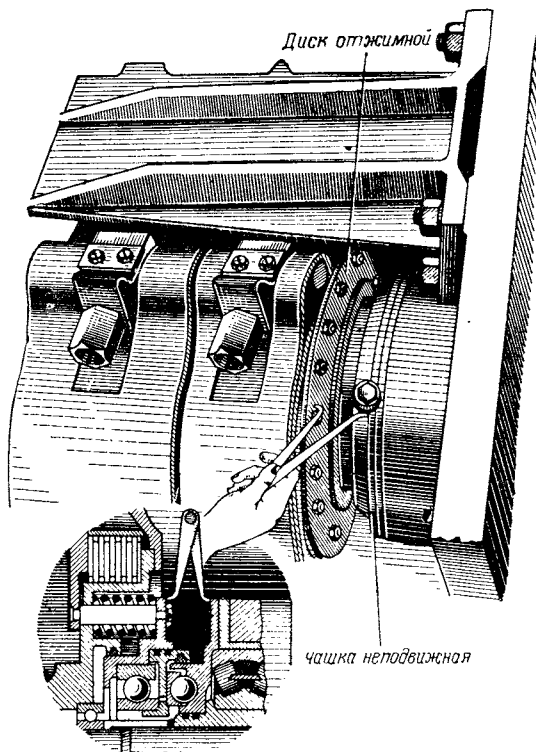

Рис. 166. Замер хода нажимного диска
2. Проверить ход нажимного диска. Он замеряется нутромером по перемещению отжимного диска (рис. 166). Одна ножка нутро-